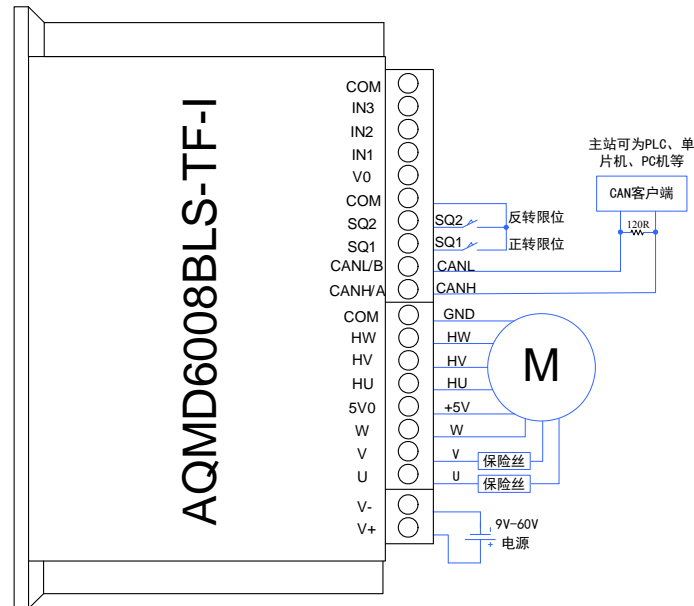

图 3.7 CAN 通讯电源及电机接线图
- 6) 若主站/客户端为CAN设备，CAN主站/客户端与驱动器的 485/CAN接口按照 CANH-CANH、CANL-CANL的方式连接，并且CAN总线上至少要并联一个 120Ω 的电阻才能正常通讯，如图 3.7 所示，然后接通电源（注意：电源的电压与电机的额定电压一致，且能够提供的电流大于电机的额定电流）